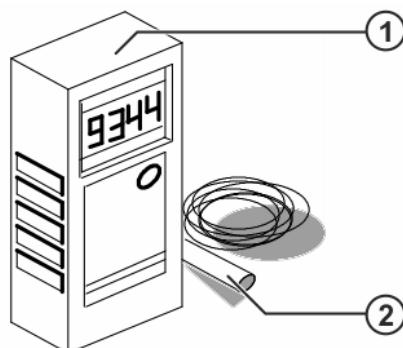

Abb. 9-11: Frequenz-Messgerät
3. Frequenz-Messgerät in Betrieb nehmen (>>> Abb. 9-11).